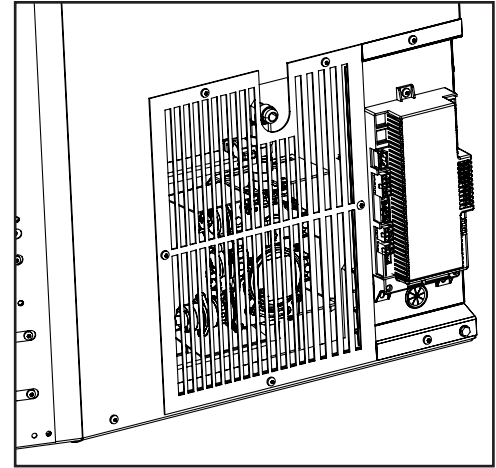

Figure 35: Emplacement de connexion de gaz
- Un $\frac{3}{8}$ "45° raccord évasé et un connecteur flex sont livrés avec l'appareil (voir les figures 35 et 36). Consulter les autorités locales pour les codes locaux ou utiliser la norme CAN / CGA B149 (1 ou 2) le code d'installation au Canada. Aux États-Unis, les installations de gaz, soit suivre les codes locaux ou de l'édition actuelle du National Fuel Gas Code ANSI Z223.1.